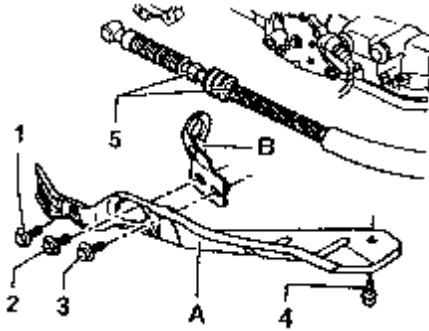

图 8-26 变速杆拉线
- (7) 从变速杆上拉出变速杆拉线。如图 8-26 所示，拧下螺栓 1、3 和 4，并拆下变速杆拉线隔热板 A。
- (9) 如图 8-26 所示，松开螺栓 5 并拆下支承架 B。
- (10) 拉出变速杆拉线，注意不要弯折。
(7) 装上隔热板（见图 8-26），用 $10\text{N} \cdot \text{m}$ 拧紧 4 个螺母（图 8-21 所示）。
(8) 检查变速杆拉线位置，必要时调整。装上万向轴和排气管。
(4) 朝杠杆/换档轴方向拉变速杆拉线。调整支承架（图 8-26 中 B）上的变速杆拉线位置。
(5) 装入隔热板。拧紧支承架上固定螺栓 1、2 和 3 (见图 8-26)。